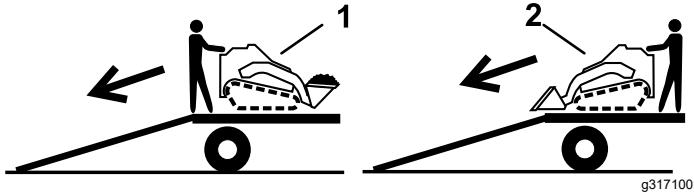

Figure 21
2. Placez toujours l'extrêmeit  la plus lourde de la machine en haut de la rampe, la charge en bas, pour la descendre de la remorque (Figure 21).